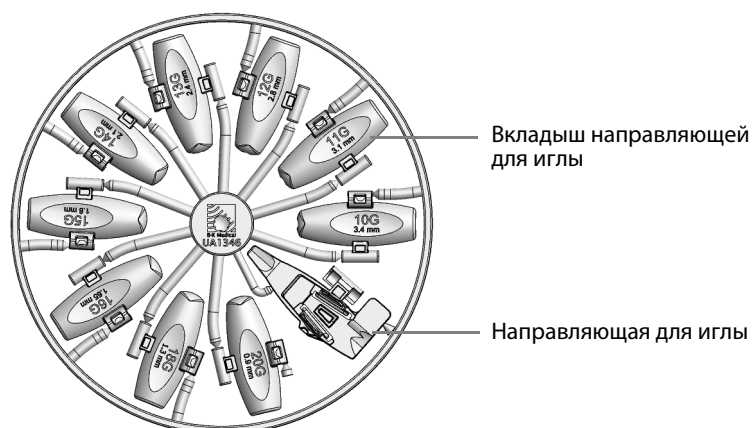

Рисунок 11. Подставка с направляющей для иглы UA1346 и вкладыши направляющей для иглы.
- 2 Выбрать направляющую для иглы и необходимый вкладыш направляющей для иглы, отделив их от подставки, см. Рисунок 11.